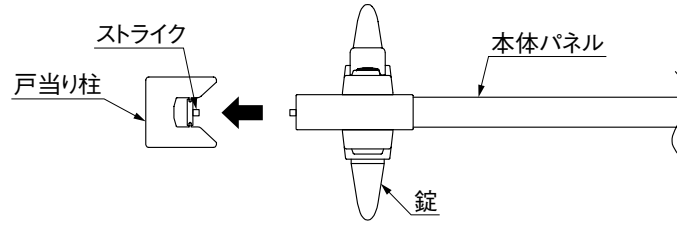

図9-1
- ❶ 本体パネルを開閉し、錠が戸当り柱にまっすぐに納まるかどうか確認してください。(図9-1参照)